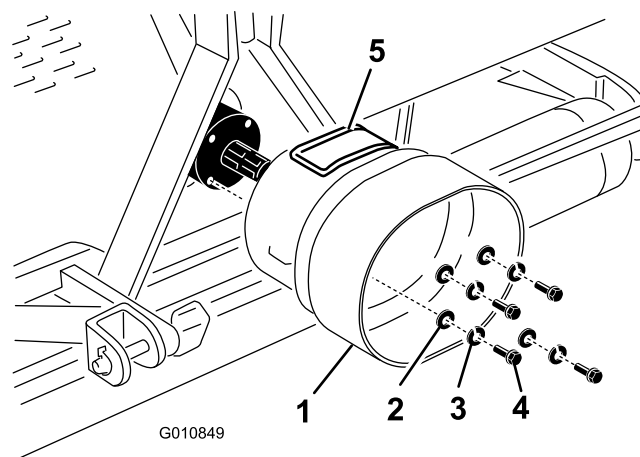

Figura 18
1. Retire los 4 pernos, las arandelas de freno y las arandelas planas que están sujetas a la parte trasera de la caja de engranajes del aireador (Figura 18).
2. Monte el protector de la TDF en la caja de engranajes del aireador con los herrajes que retiró anteriormente (Figura 18). Al montar el protector de la TDF, asegúrese de que el panel de acceso (Figura 18) está posicionado en la parte superior o lateral, dependiendo de la configuración del bastidor del aireador.
Nota: El panel de acceso (Figura 18) puede abrirse para facilitar el desmontaje y la instalación de los herrajes de montaje del árbol de la TDF.